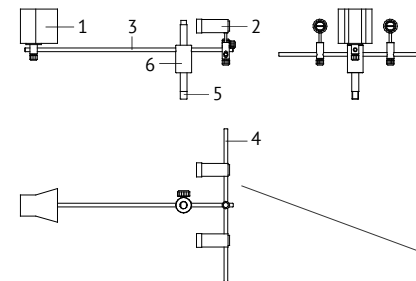

Рис. 9. Устройство наблюдения за положением поршня: 1—экран; 2—осветитель; 3, 4—направляющие стержни; 5—стойка; 6—втулка.
22. На заднюю часть основания устройства для наблюдения за положением поршня (поршней) навинтите стойку 5 (рис. 9).⁴
23. На стойке 5 зафиксируйте втулку 6 (рис. 9).